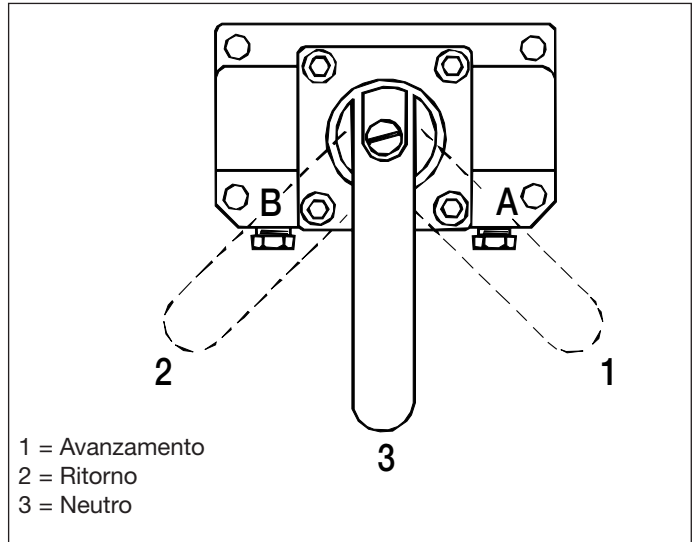
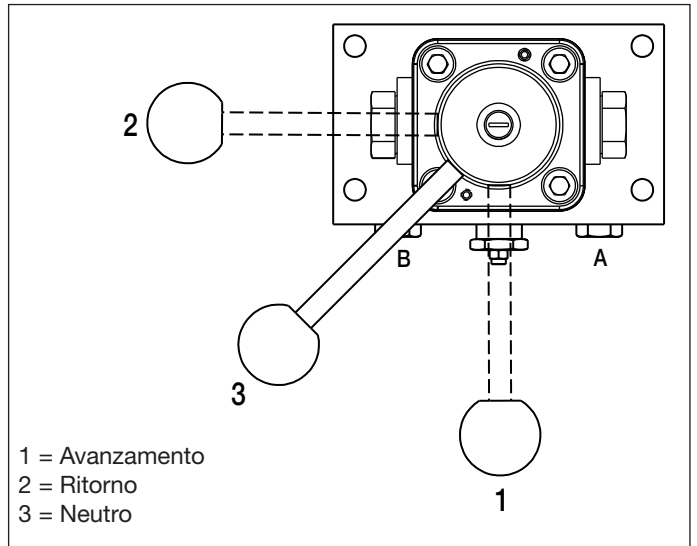

Figura 11, Posizioni della manopola della valvola VM33, VM33L, VM43, VM43L
Figura 12, Posizioni della manopola della valvola, VM33M, VM43M
4. Ruotare la manopola della valvola di comando sulla posizione neutra ("3"). Vedere la Figura 11 per le posizioni delle valvole VM33 e VM43. Vedere la Figura 12 per le posizioni delle valvole VM33M e VM43M.
4. Ruotare la manopola della valvola di comando sulla posizione neutra ("3"). Vedere la Figura 11 per le posizioni della valvola.